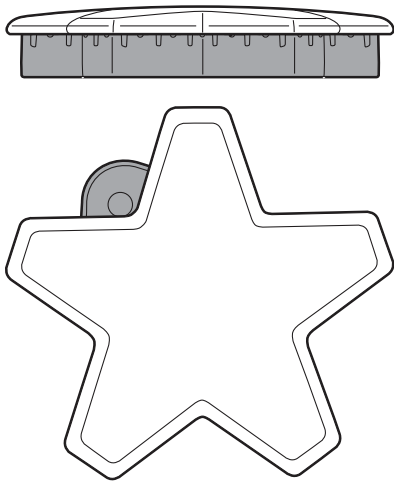
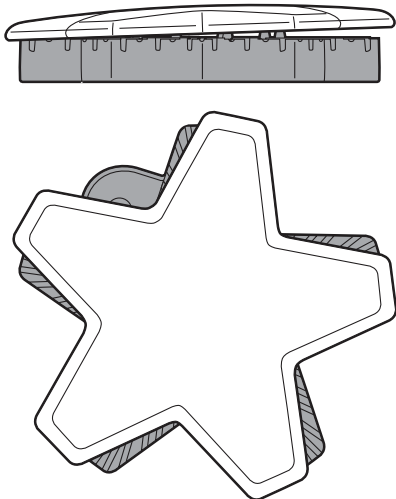

Figura 13: Tapa de quemador colocado correctamente
Figura 14: Tapa de quemador colocado incorrectamente
- Compruebe cada quemador para asegurarse de que no hay espacio entre la tapa y la base del quemador. Vea las *Figura 13* y *Figura 14* para ejemplos de tapa de quemador instalada correcta e incorrectamente.
- Puede intentar mover con cuidado las tapas de los quemadores lateralmente para asegurarse que están colocadas correctamente en su base. Cuando es el caso, las tapas están rectas en la base y cubren completamente la base del quemador en forma de estrella al miraras desde arriba, como se muestra en la *Figura 13*.
Cada quemador STAR® tiene su propio encendedor electrónico que echa chispas cuando se activa la perilla. Los quemadores deben encenderse en 4 segundos o menos. Si un quemador no se enciende, asegúrese de que la tapa esté colocada correctamente sobre la base (vea las *Figura 13*).